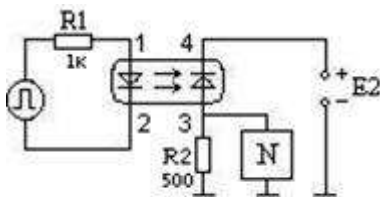

рис.18
5.5. Измерить времена включения  $t_{вкл.}$  и выключения  $t_{выкл.}$  выходного тока оптрона. Собрать схему исследования, изображенную на рис.18. Подать на вход оптрона с генератора прямоугольные импульсы с частотой следования (25 кГц и амплитудой, удобной для наблюдения с помощью осциллографа (4...8 В). К измерительному резистору R2 подключить один канал осциллографа, а другой канал – к выходу генератора импульсов. Измерить времена  $t_{вкл.}$  и  $t_{выкл.}$  по осциллограмме выходного импульса тока (пропорционального падению напряжения на R2) при  $E_2 = 5 В$  и  $E_2 = 0 В$ .